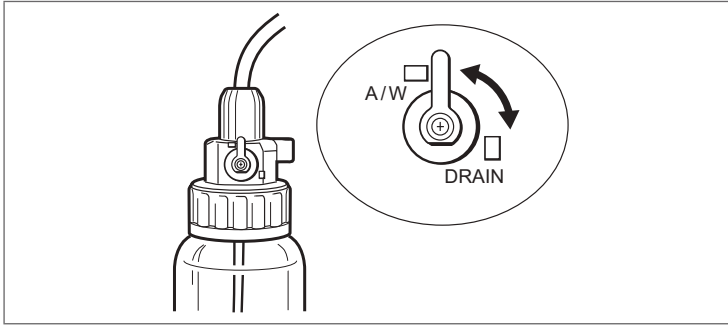

Figura 3.8
2. Puneți maneta pentru A/W și DRAIN pe poziția [A/W] (alimentare cu aer/apă) (consultați Figura 3.8).